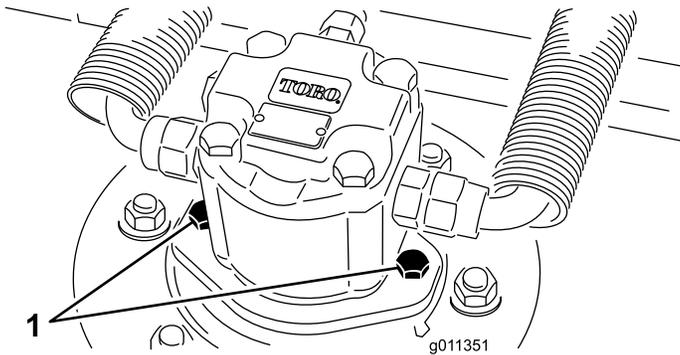

図 71
2. カッティングユニットから油圧モータを外す **図 71**。異物につかないように、スピンドル上部にはカバーを掛けておく。
4. デッキに油圧モータを取り付ける **図 71**。Oリングを忘れずに、また、損傷させないように注意して取り付ける。